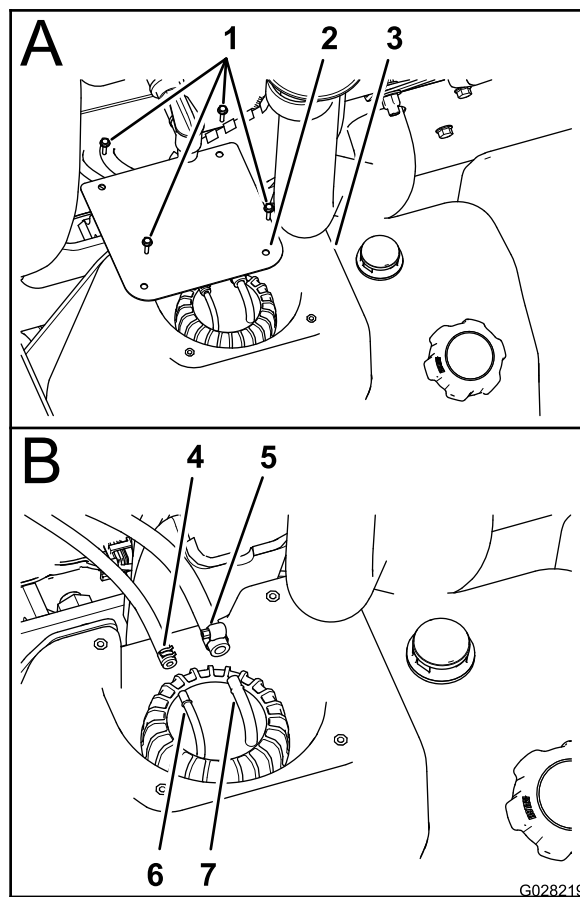

图76
2. 卸下将护罩固定至油箱顶部的4个螺丝 (#10 x  $\frac{3}{4}$  英寸)然后取下护罩 图76。
3. 松开将2根燃油软管固定至立针管组件顶部2个软管接头的夹具 (图76)。
4. 从软管接头上断开2根软管将软管中的燃油全部排放到经认可的燃油容器中 图76。
4. 将 6.4mm 燃油软管安装到 6.4mm 软管接头上并使用软管夹将软管固定到接头上图76。
5. 将 8mm 燃油软管安装到 8mm 软管接头上并使用软管夹将软管固定到接头上图76。